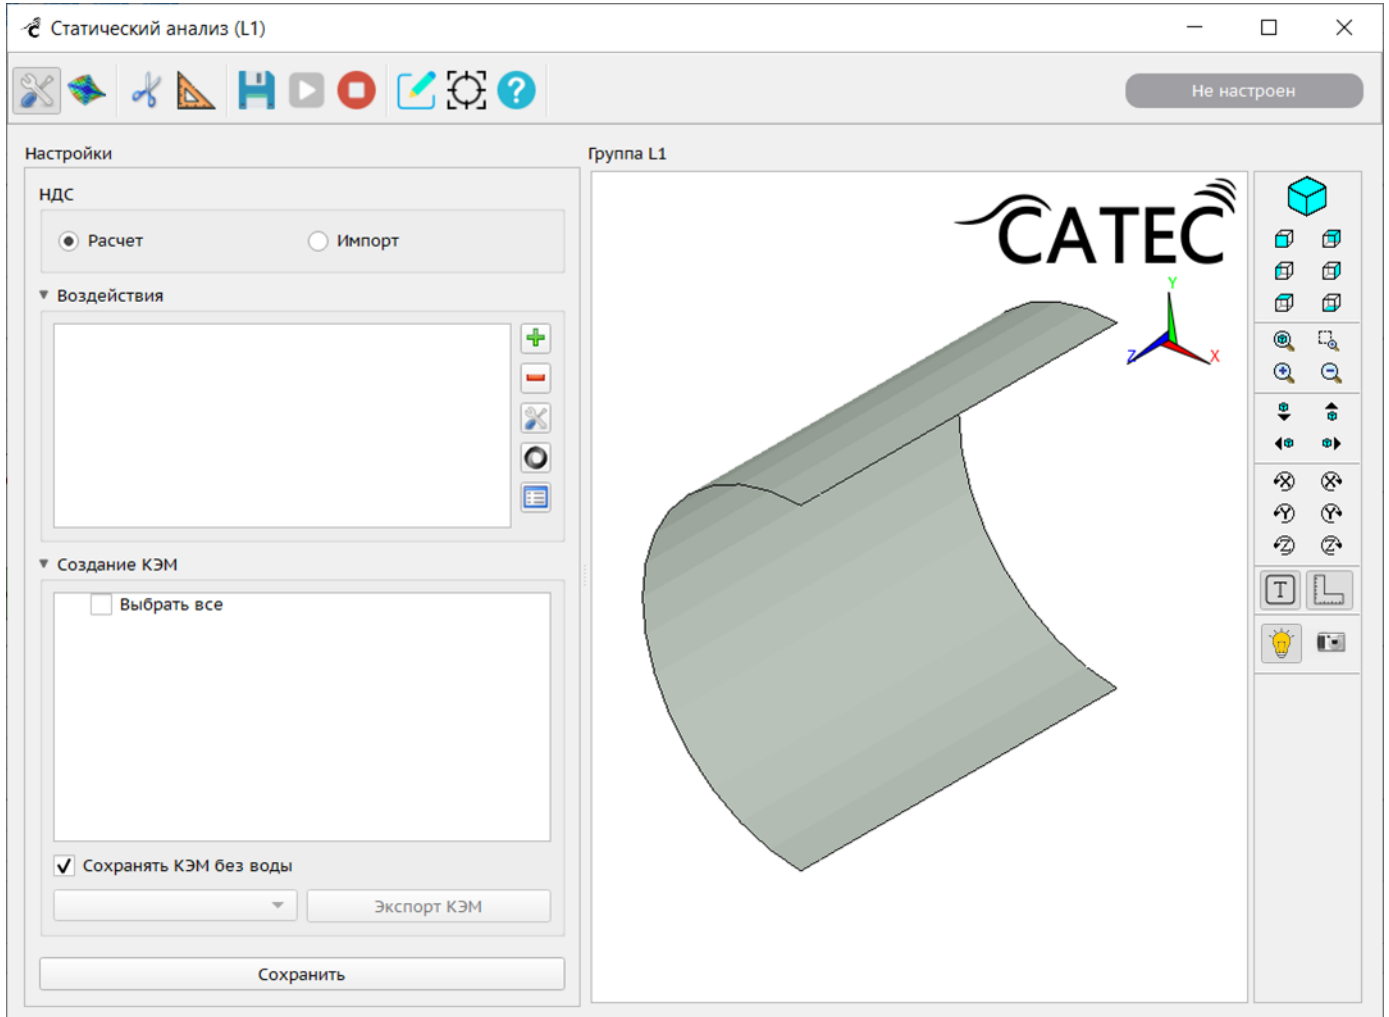

Рисунок 215 – Окно настроек карточки «Статический анализ». Вкладка «Расчет»
Двойной щелчок по карточке открывает окно настроек карточки «Статический анализ» (Рисунок 215).
- вкладка «Расчет» – открыта по умолчанию, здесь выполняется расчет задачи карточки по предварительно заданным параметрам расчета (Рисунок 215);
На вкладке «Расчет» (Рисунок 215) в окне настроек статического анализа нужно задать воздействия для исследуемой конечно-элементной модели.